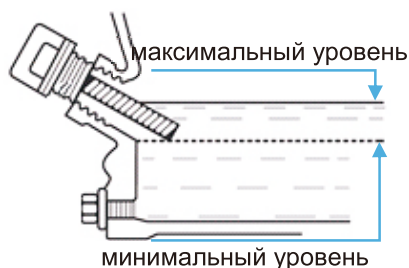

Рис. 13
4. При недостаточном уровне масла долейте используемое в данном двигателе масло до нижнего края патрубкa. (см. рис. 13)